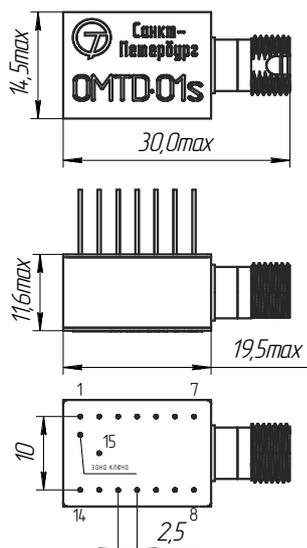

Рис.1. Габаритные размеры OMTD-01s (оптический разъем- розетка FC)
**Конструкция:** Конструктивно модули выполнены в герметичных металлических корпусах со штырьковыми выводами. Тип оптического разъема розетка FC/PC или pigtaile FC/PC. Габаритные размеры модулей указаны на рис.1 (с оптическим разъемом типа FC), рис.2 (с оптическим разъемом "pigtaile "FC/PC).